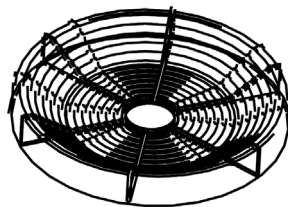

Rys.3
- korzystając z załączonego szablonu, w dolnej półce szafki wiszącej wyciąć otwór \varnothing 130 mm pod rurę odprowadzającą zużyte powietrze oraz wywiercić otwory pod wkręty mocujące okap (Rys. 3)
- korzystając z załączonego szablonu, w dolnej półce szafki wiszącej wyciąć otwór \varnothing 130 mm pod rurę odprowadzającą oczyszczone powietrze oraz wywiercić otwory pod wkręty mocujące okap (Rys. 3),